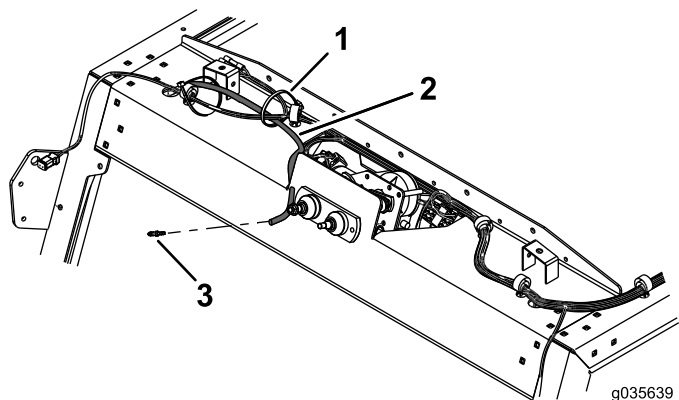
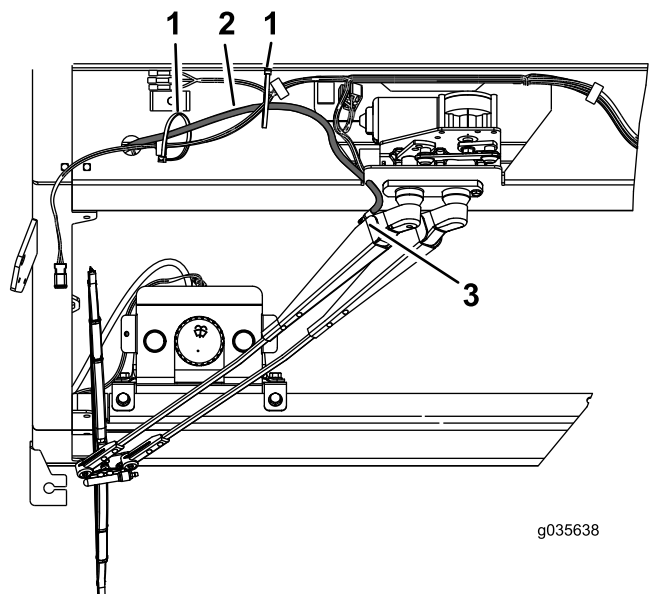

図 10
図 11
7. ポンプのモータにホースバンプを取り付けて、ワイパーアームに接続する図10と図11。
8. ケーブルタイを使って、図 11 のようにホースをワイヤハーネスに固定する。